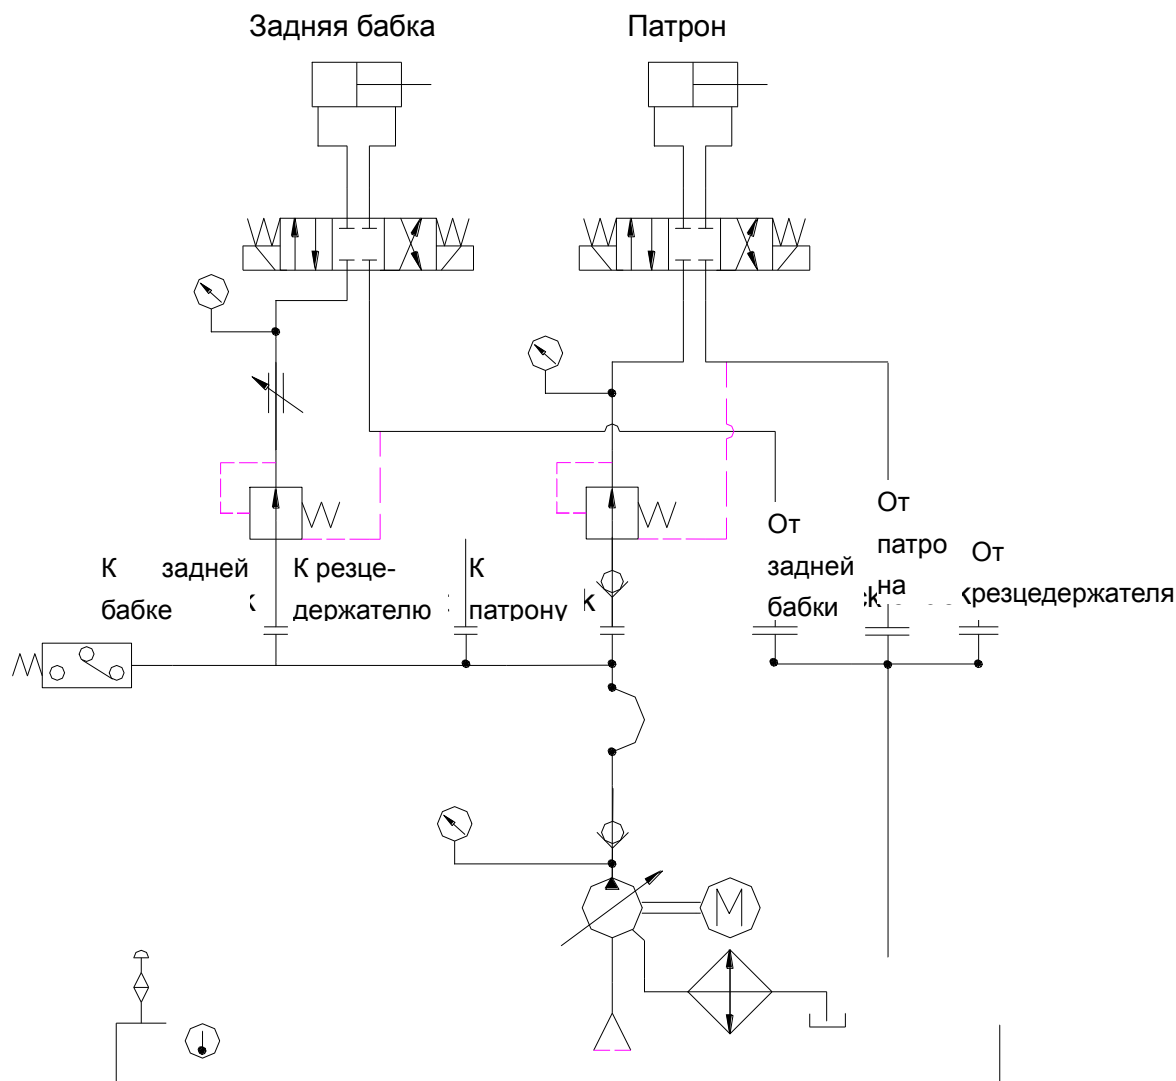

Рис. 5 - Гидравлическая схема
- 4) Если патрон гидравлический, гидравлическую принципиальную схему см. на Рис. 5. Давление системы можно настроить регулируемым лопастным насосом. Давление в отводе можно регулировать редукционным клапаном давления, руководствуясь
Патрон и задняя бабка станка приводятся в движение с помощью независимой гидросистемы, которая состоит из масляного бака, двигателя, лопастного насоса, блока сопряжения, клапанов, трубопроводов, манометра и т.д. Схема гидросистемы показана на рис. 5.